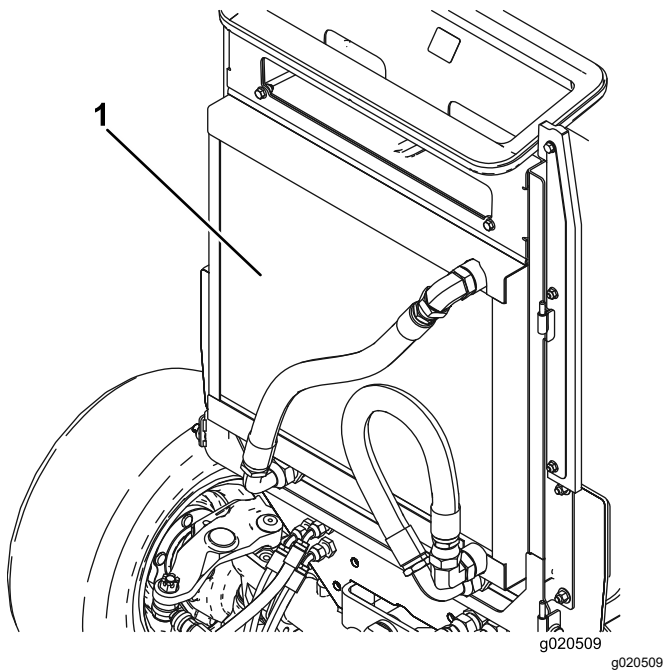

図 116
4. オイルクーラとラジエーターの両方の裏表(図 116)を圧縮空気で丁寧に清掃する。前側から清掃を始め、車体後方に向けてごみを吹き飛ばす。その後、今度は後ろ側から前側に向かって吹きつけ